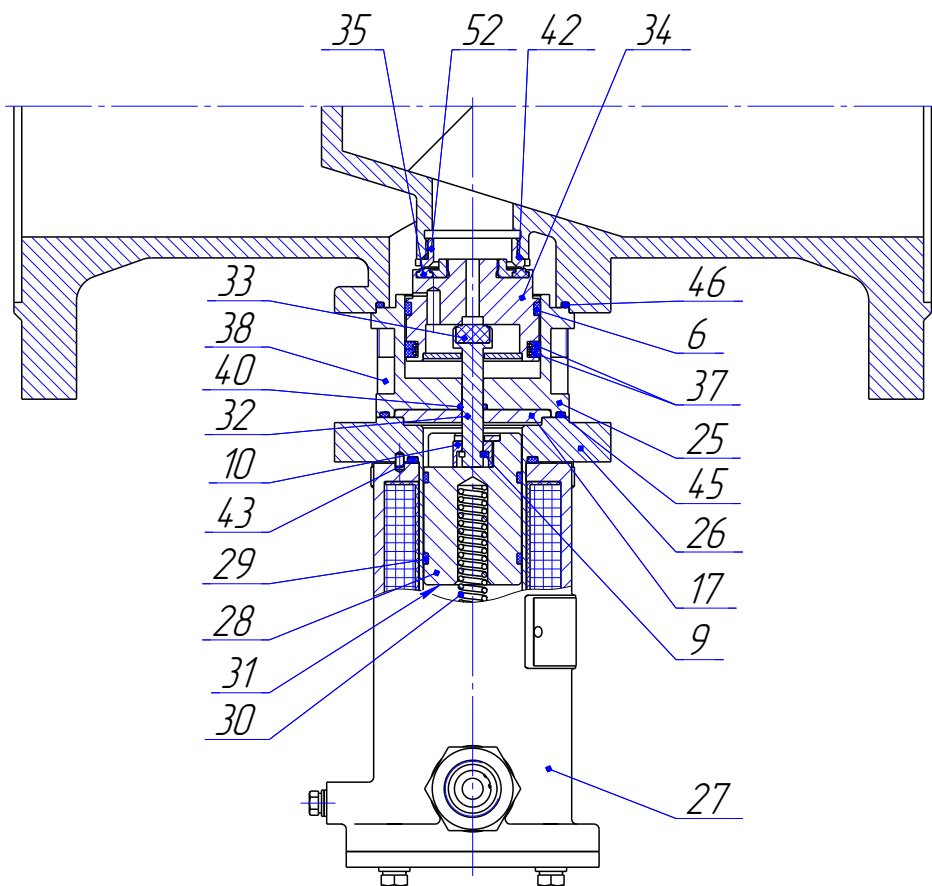
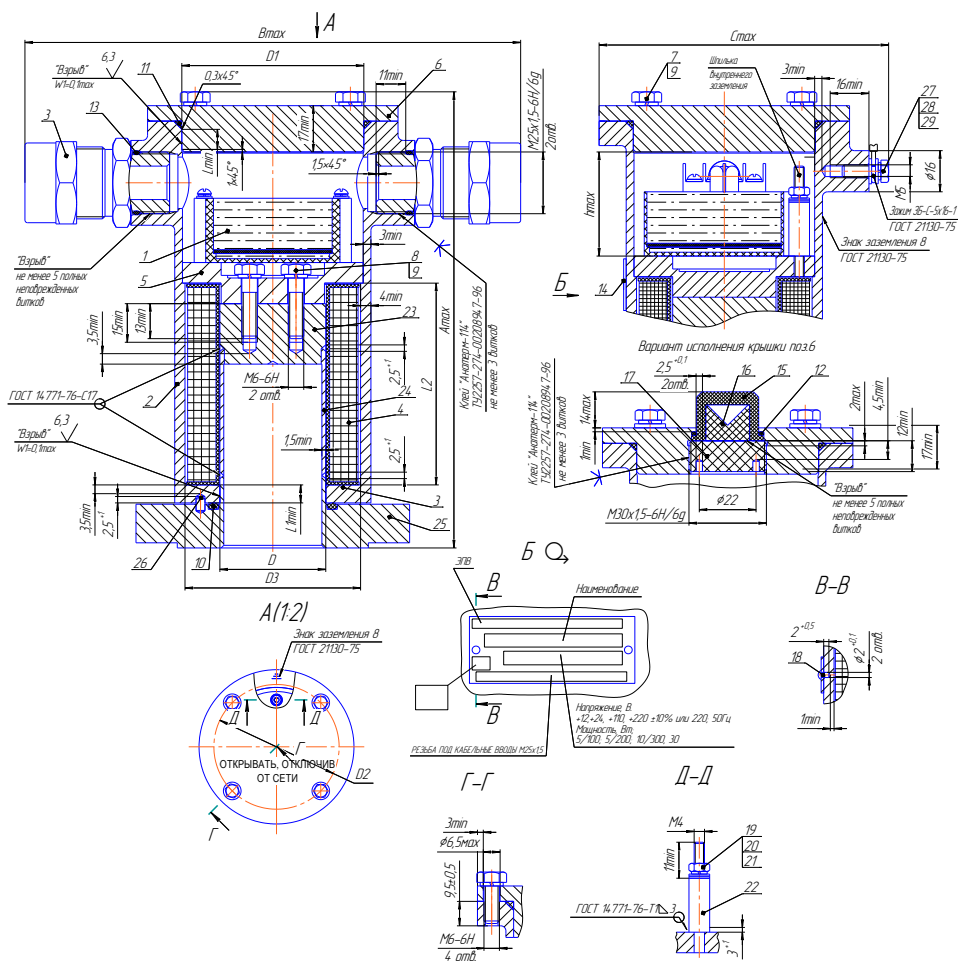
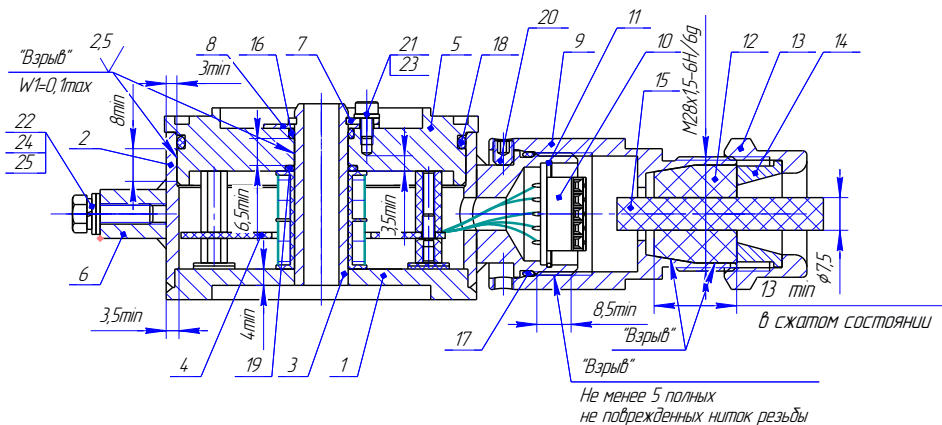

Рисунок 1, г – Устройство клапана.
Рисунок 3. Привод. Чертеж средств взрывозащиты
Рисунок 5. Датчик конечных положений затвора. Чертеж средств взрывозащиты.
Клапан состоит из следующих основных узлов и деталей (см. рис. 1, б, в): корпуса 1, камеры 2, разделительной трубки 3, электромагнитного привода 4, сердечника 5 с направляющими кольцами 6, возвратной пружины 7 и шайбой 8, скобы 9, втулки 10, штока 11 с уплотнительной вставкой 12, затвора 13 с направляющими кольцами 14, 15 и компрессионными кольцами 16, вкладыша 17.
Рисунок 1а – Клапан. Общий вид
Обозначения на рис. 1б,в: **1**–корпус(Сталь 10X18H9Л ГОСТ 977-88), **2,25**–камера(Сталь 14X17H2 ГОСТ 5632-72), **3,26**–трубка разделительная(Сталь 12X18H10Т ГОСТ 5632-72/14X17H2 ГОСТ 5632-72), **4,27**–электромагнитный привод (см.рис.3)), **5,28**–сердечник (Сталь 14X17H2 ГОСТ 5632-72), **6,14,15,16,29,37**–кольцо (фторопласт Ф4К20 ТУ 6-05-1413-76), **7,49,30**–пружина (Проволока ВО-2 ТУЗ-1002-77), **8,31**–прокладка (Сталь 12X18H10Т ГОСТ 5632-72), **9**–скоба (Сталь 12X18H10Т ГОСТ 5632-72), **10**–втулка (Сталь 12X18H10Т ГОСТ 5632-72), **11,19**–шток (Сталь 12X18H10Т ГОСТ 5632-72), **13**–затвор (Сталь 14X17H2 ГОСТ 5632-72), **17**–вкладыш (Сталь 14X17H2 ГОСТ 5632-72), **17**–втулка (Сталь 14X17H2 ГОСТ 5632-72), **20**–ручка (термопласт) **21**–гайка (Сталь 14X17H2 ГОСТ 5632-72), **22**–фланец (Сталь 09Г2С ГОСТ19281-89), **23**–болт А2 DIN933), **24,38**–винт (А2 DIN127), 39-50- кольца уплотнительные (резиновая смесь. Марка в зависимости от исполнения), **51,52**–вставка (Сталь 14X17H2 ГОСТ 5632-72), датчик конечных положений затвора рис.5.
Электромагнитный привод (ЭПВ) представляет собой электромагнит постоянного тока со схемой управления режимом работы и состоит (см. рис.3) из корпуса 2 с двумя кабельными вводами и крышкой 6, катушки 4, прижимного фланца 5 и электронного блока управления 1 (модуль СФУ).
6.2.4 Датчик конечных положений затвора СЕНС-ДКП предназначен для определения положения затвора клапана без подачи напряжения питания на привод клапана. Схема управления датчика положения построена на микроконтроллере, который определяет положение штоков (см. рис.1 в,г) 11, 32 жестко связанных с подвижными затворами клапана 13, 34 и выдает сигналы на два твердотельных реле с одним общим контактом. В положениях затвора клапана «открыт» или «закрыт» – замкнут общий контакт и контакт реле, соответствующего текущему положению. Схема датчика положений показана на рисунке 8.
- заключения его электрических цепей во взрывонепроницаемые металлические оболочки по ГОСТ ИЕС 60079-1. Взрывоустойчивость оболочек проверяется при изготовлении испытаниями избыточным давлением 1,5 МПа. Сопряжения деталей, обеспечивающих взрывозащиту показаны на чертежах средств взрывозащиты (рисунок 3, 4, 5). На поверхностях, обозначенных "Взрыв" не допускаются раковины, забоины, вмятины, ржавчина, чернота, наличие краски и другие дефекты.
1 - Модуль СФУ, 2 - Стакан (Сталь 09Г2С ГОСТ 19281-89/Сталь 20ГЛ ГОСТ 977-88), 3 - Кабельный ввод (варианты см. рисунок 5), 4 - Катушка (АГ-4В, провод ПЭТВ-2), 5 - Фланец (09Г2С ГОСТ 19281-89), 6 - Крышка (Сплав АМг6 ГОСТ 4784-97), 7 - Болт М6-6gx16.58.019 ГОСТ 7805-70, 8 - Болт М6-6gx25.58.019 ГОСТ 7805-70, 9 - Шайба 6 65Г.019 ГОСТ 6402-70, 10, 11, 12, 13 - Кольцо уплотнительное (РС-264 ТУ 2539-021-46521402-2007/ИРП-1267 НТА ТУ 38 0051166-2015), 14 - Табличка (Сплав АМг2 ГОСТ 4784-97), 15 - Колпачок (Стекло органическое СО-120-К 20,0 ГОСТ 10667-90)/Plexiglas GSEN 263 (Rohm GmbH&CaKG (Германия)), 16 - Линза (Стекло органическое СО-120-К 20,0 ГОСТ 10667-
7.2.2 Присоединить питающий кабель к приводу в последовательности (см. рис.3, 4, 7):
7.2.5 Подключение к датчику положения затвора СЕНС-ДКП, СЕНС-ДКП-ХЛ вести в следующей последовательности (рис.5, 8):